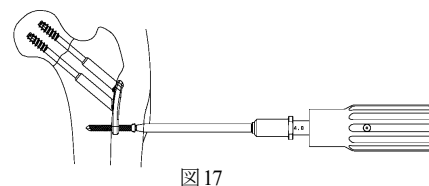

図 17
- 4) トルクリミッターハンドルに T25 パワーピンドライバーを接続し、TLS5.0 ロッキングスクリューを挿入します。プレートとスクリューをロッキングさせるため、リミットが作動するまで確実に固定します。 (図 17)